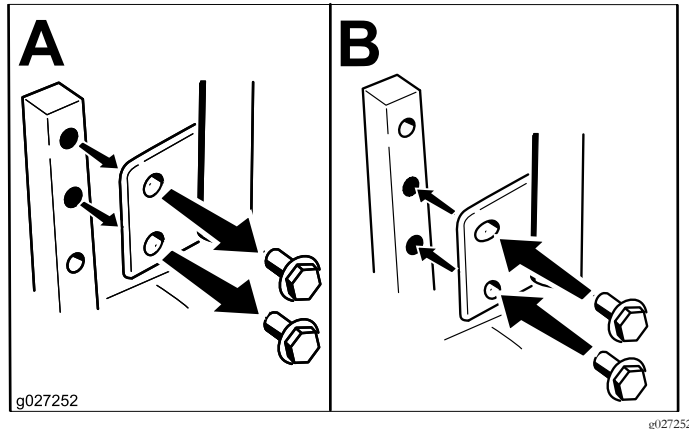

Figura 13
Puede ajustar las palancas de control de movimiento hacia arriba o hacia abajo para que su uso sea más cómodo (Figura 13).
2. Afloje el perno inferior lo suficiente para poder desplazar hacia adelante o hacia atrás la palanca de control (Figura 13).